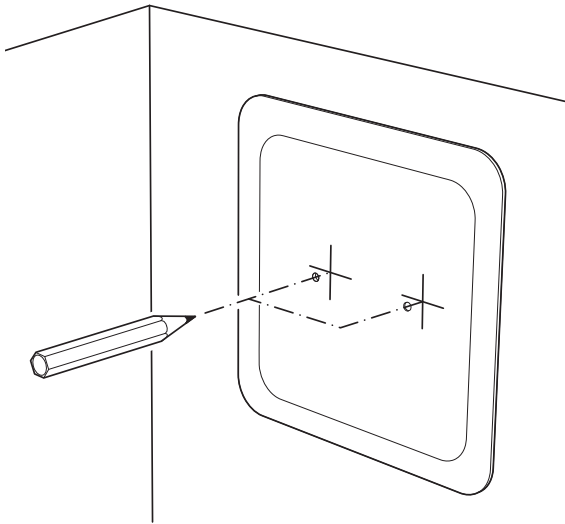

Fig. 16
- ▶ Brug en blyant til at markere de to positioner til de halvrunde træskruer (Fig. 16).